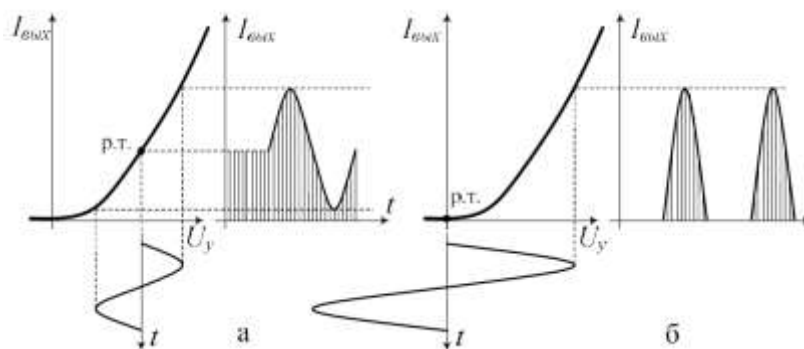

Рис. 1 Выбор рабочей точки усилителя (а – режим А, б – режим В)
Режим класса А. Рабочая точка (р.т.), определяющая состояние схемы при отсутствии сигнала, выбирается на линейном участке динамической вольт-амперной (передаточной) характеристики (рис. 1а). Амплитуда входного напряжения U_y на управляющем электроде активного элемента (базе транзи-
Режим класса В. Рабочая точка выбирается в самом начале динамической вольт–амперной характеристики (рис. 1б), в результате чего при отсутствии входного сигнала выходной ток практически равен нулю и выделяемая в каскаде мощность мала. Однако в этом случае каскад способен усиливать только одну полуволну гармонического сигнала (сигналы только одной полярности). При подаче на вход синусоидального сигнала ток в выходной цепи протекает лишь в течение половины периода (в течение другой половины периода активный элемент находится в состоянии отсечки) и имеет форму импульсов. Достоинства усилителя мощности, работающего в режиме класса В, – высокий КПД (до 70%) и большая мощность сигнала в нагрузке, однако форма выходного сигнала искажена из-за нелинейного участка передаточной характеристики.
1) Собрать схему для исследования усилительного каскада в соответствии с рис. 1. Резистор $RP3$ установить в 200. Подключить канал СН1 осциллографа ко входу усилителя, а канал СН2 к выходу усилителя. Включить временную развертку осциллографа. Включить функциональный генератор и установить синусоидальный сигнал частотой 50 Гц, уменьшить сигнал до нуля регулятором амплитуды функционального генератора. Переключить входы СН1 осциллографа на положение «вход закорочен». Включить питание стенда. При токе $I_b = 0$ установить на потенциометре $RP2 = 2$ и далее не изменять его при всех экспериментах (не трогать ручку потенциометра $RP2$);